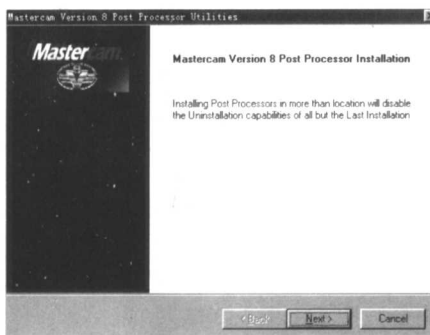

图 1-13
12) 出现欢迎安装后处理器对话框, 单击 **Next >** (下一步), 如图 1-13 所示。